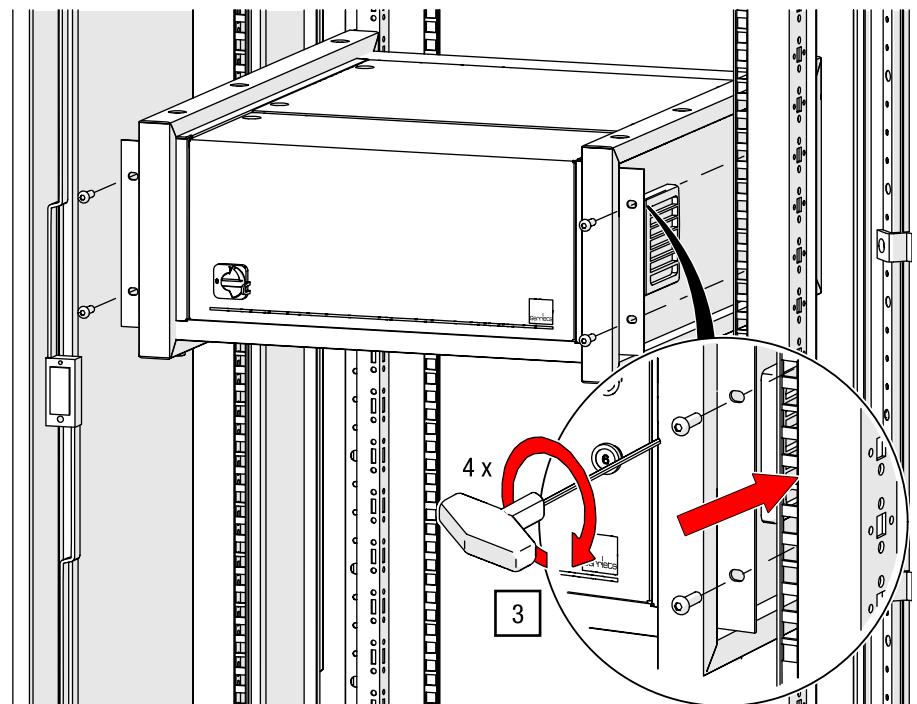

Abb. 95: G-FRAME im Rack verschrauben (Steuerungsmodell kann abweichen)
3. Positionieren Sie die Steuerung G-FRAME im 19-Zoll-Rack und verschrauben Sie diese mit geeignetem Montagematerial (siehe Abb. 95).